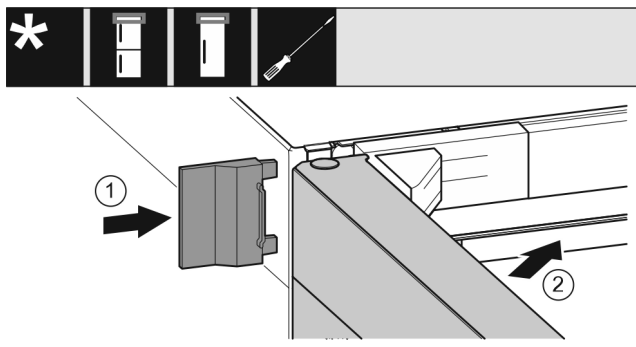

Fig. 25
- ▶ Нахлузете външния капак Fig. 25 (1).
- ▶ Затворете горната врата Fig. 25 (2).